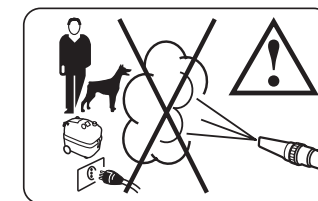

Fig. 3
- El aparato suministra vapor a temperatura altísima, por lo tanto, EVITAR absolutamente dirigir el chorro hacia personas, animales o aparatos eléctricos **(Fig. 3)**. En particular, proteger ojos y manos durante el uso con gafas y guantes conformes a las normas para la prevención de accidentes.